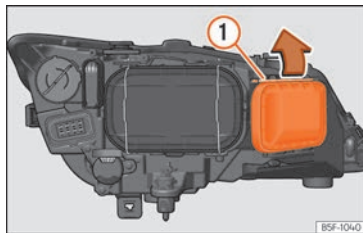

Abb. 111 Fernlichtleuchte.
- Die Strebe »» Abb. 111 ① in Pfeilrichtung verschieben und den Deckel abnehmen.